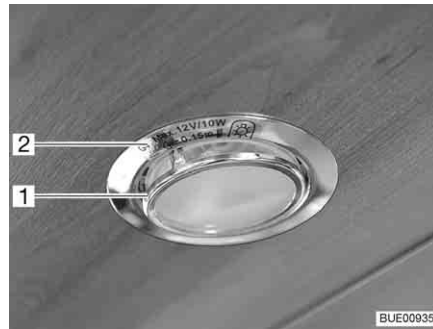

Fig. 121 Lampada alogena a incasso (piatta)
La lampada alogena a incasso (Fig. 121,2) è incassata nel diaframma.
- Estrarre l'anello di copertura interno con lastra di vetro (Fig. 121,1) con uno strumento adeguato (p. es. un coltello non affilato) dall'involucro.